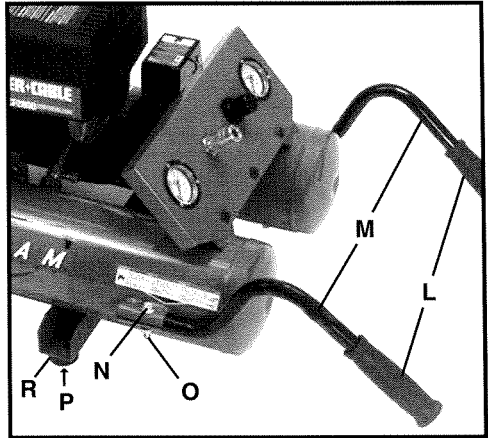

Fig. 6
1. Poussez les poignées en caoutchouc (L) sur les tubes de poignée (M). Enfoncez fermement. Un mouvement de rotation facilite l'assemblage.
2. Placez un sous-ensemble de poignée dans la bride sur le côté gauche du sous-ensemble de réservoir, comme indiqué à la Fig. 6. Mettez le trou de la poignée en face de celui de la bride. Insérez un boulon dans le trou (de la bride et de la poignée). Vissez un écrou sur le boulon. À l'aide de deux clés de ½ po (non fournies), serrez bien l'écrou.
- C. Visser un des boulons de  $\frac{1}{4}$  po  $-20 \times \frac{3}{4}$  po (P) du paquet de pièces, et le serrer fermement à l'aide d'une clé à douille de  $\frac{3}{8}$  po (non fournie).